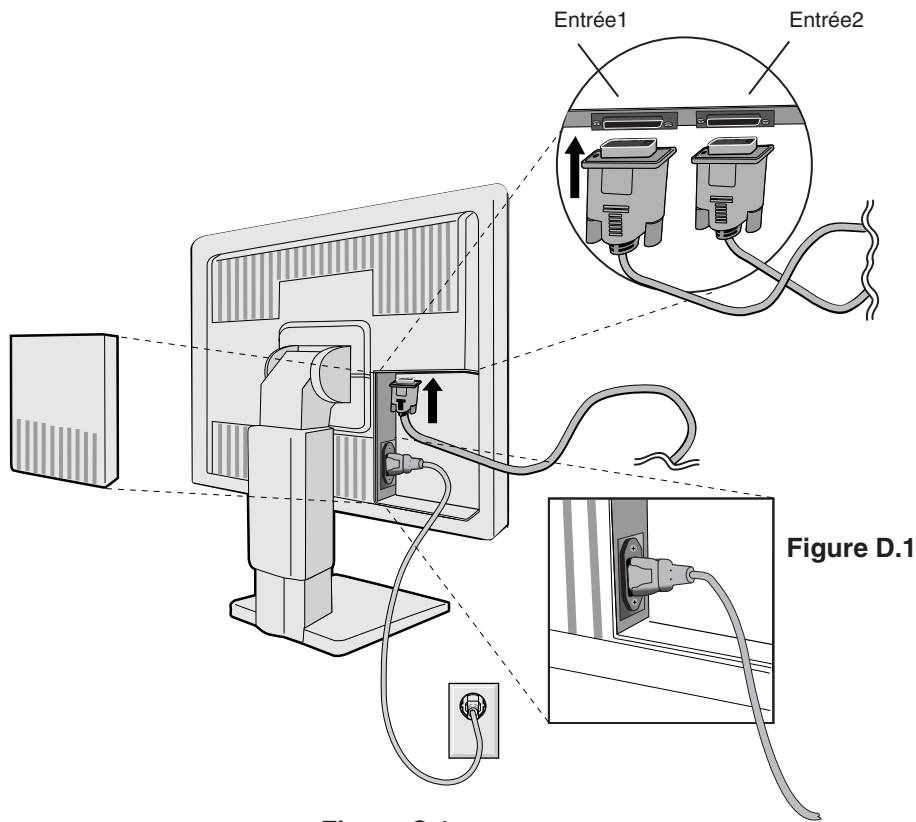

Figure C.1
3. Retirez le couvercle du connecteur. Connectez le câble signal DVI au connecteur à l'arrière du moniteur. Placez le câble de signal vidéo (**Figure C.1**).